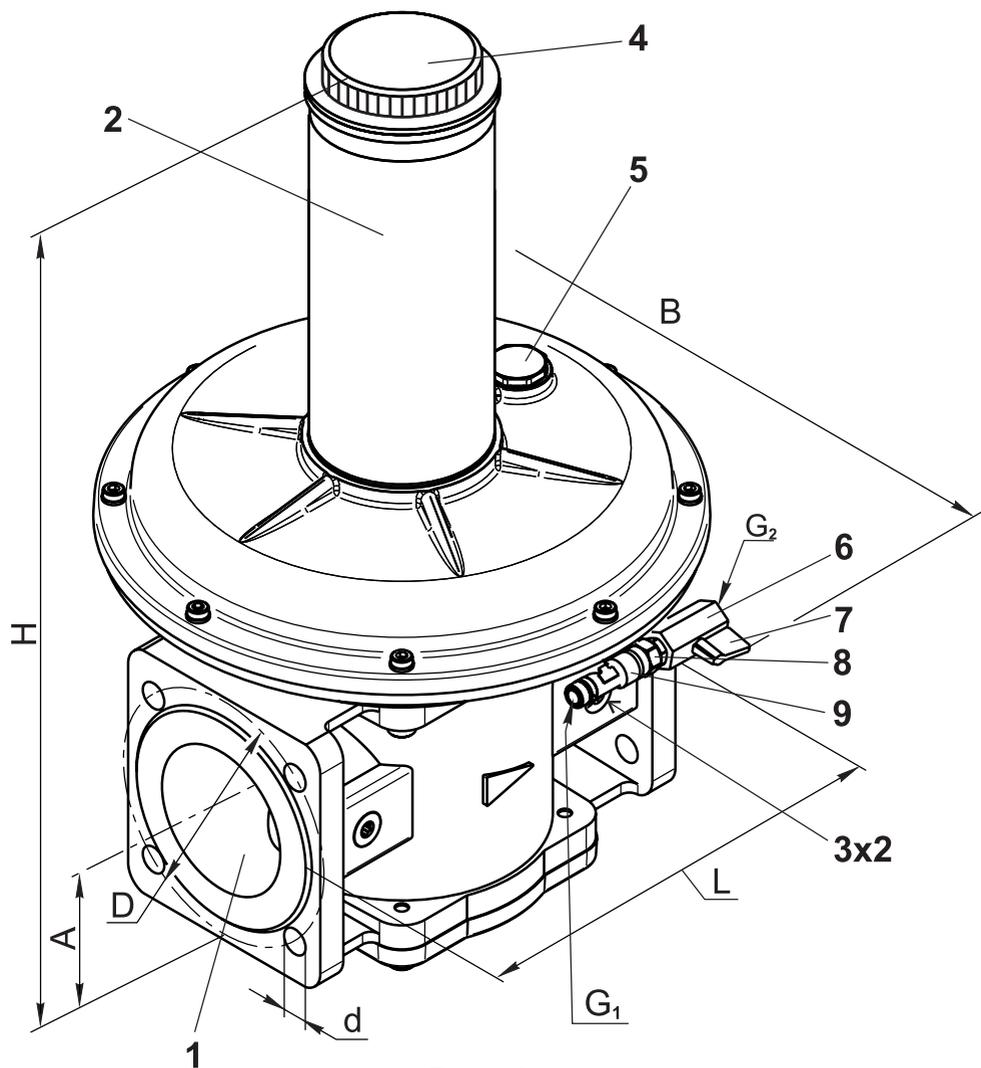
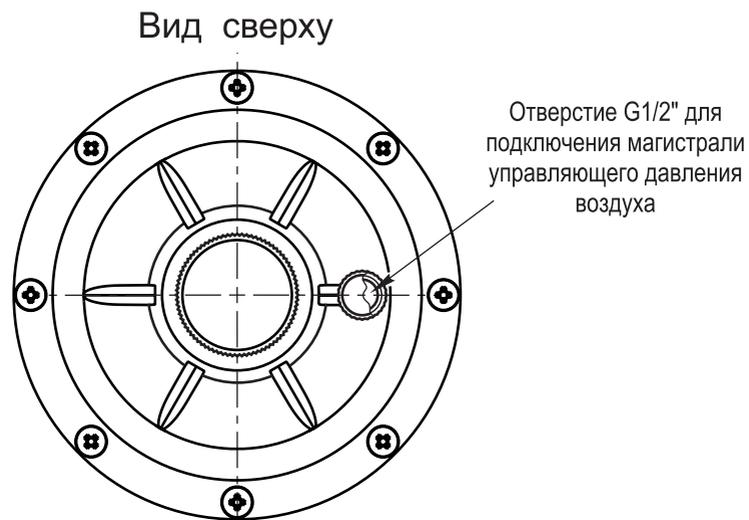

Рис. 1
Рис. 7
2.1 Регулятор (см. рис. 1) состоит из непосредственно регулятора:
4.2.12 Перед установкой регулятора необходимо смонтировать дроссельный узел (поз. 6, 7, 8 и 9) в соответствии с рис.1 (собранный дроссельный узел прикладывается комплектно к регулятору). После монтажа дроссельного узла необходимо проверить внешнюю герметичность всех стыков в узле. Внутреннюю трубку обратной связи заглушить.
4.2.13 Для подключения магистрали управляющего давления воздуха необходимо выкрутить заглушку 5 (рис. 1 и рис. 7) с резьбой G1/4" и присоединить в данное отверстие соответствующий трубопровод.
- регулирующей ручкой 7 (рис. 1) установить требуемое соотношение газ-воздух.